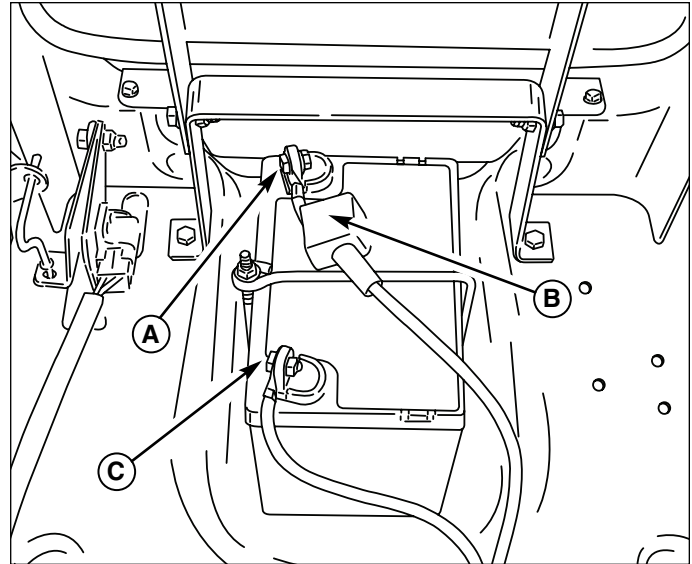

Figure 19. Compartiment de batterie
1. Débranchez les câbles de la batterie, le câble négatif en premier (C, Figure 19).
3. Remettez la batterie en place et rebranchez ses câbles, le câble positif en premier (A).
5. Assurez-vous de bien remettre le capuchon de borne (B) sur la borne positive de la batterie.